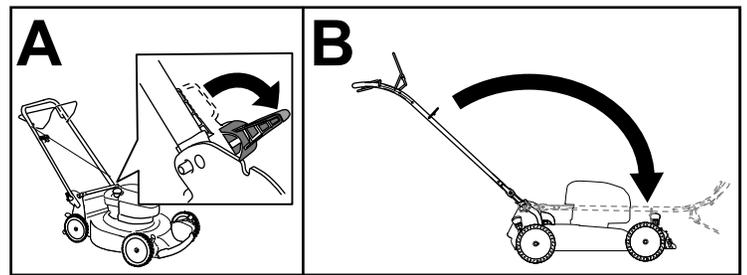

Figure 16
3. Pliez la poignée vers l'avant à la position verticale ou complètement en avant, comme montré à la Figure 16.